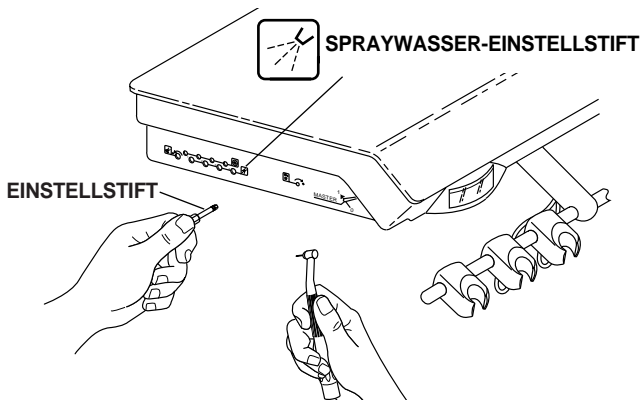

Bild 8. Spraywasser einstellen
Die Spraywasser-Regelventile regeln die Zufuhr von Spraywasser einzeln für jedes Handstück (siehe Bild 8).
2. Sehen Sie sich an, wo sich die Spraywasser-Regelventile befinden (siehe Bild 8).